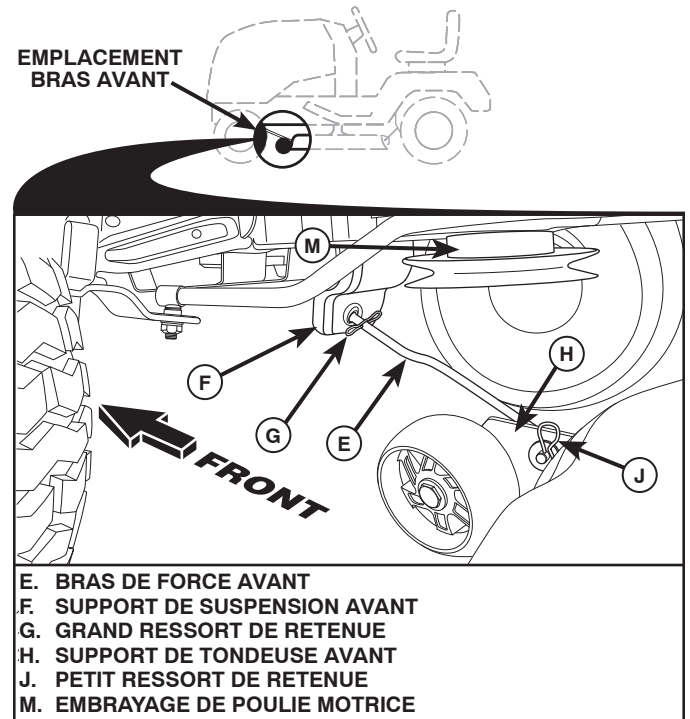

Fig. 33
8. ATTACHER LE BRAS AVANT (E) (Voir la Fig. 33)
- Depuis le devant du tracteur, insérer l'extrémité de la tige du bras avant (E) dans le trou dans le support de suspension avant du tracteur (F).
- Déplacer vers le côté gauche de la tondeuse et insérer un grand ressort de retenue (G) dans le trou devant le bras (E) derrière le support de suspension avant (F).
- Insérer une autre extrémité du bras (E) dans le trou dans le